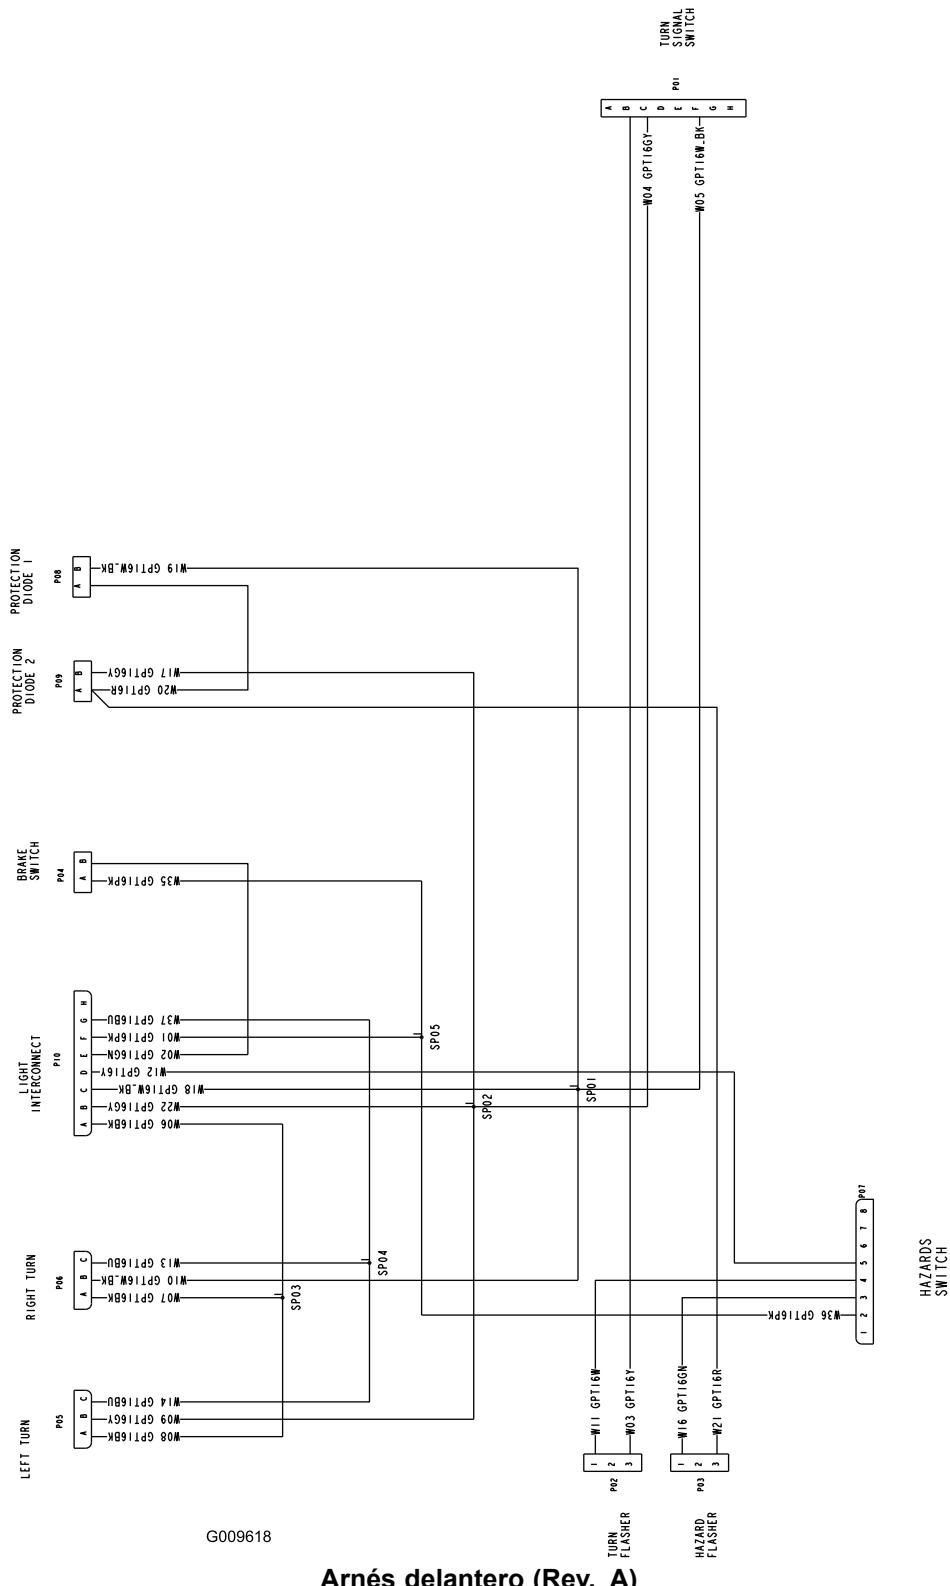

**Figura 27**
2. Instale un perno (5/16-18 x 2-3/4 pulgadas) a través del taladro del lado derecho del portón (Figura 27).